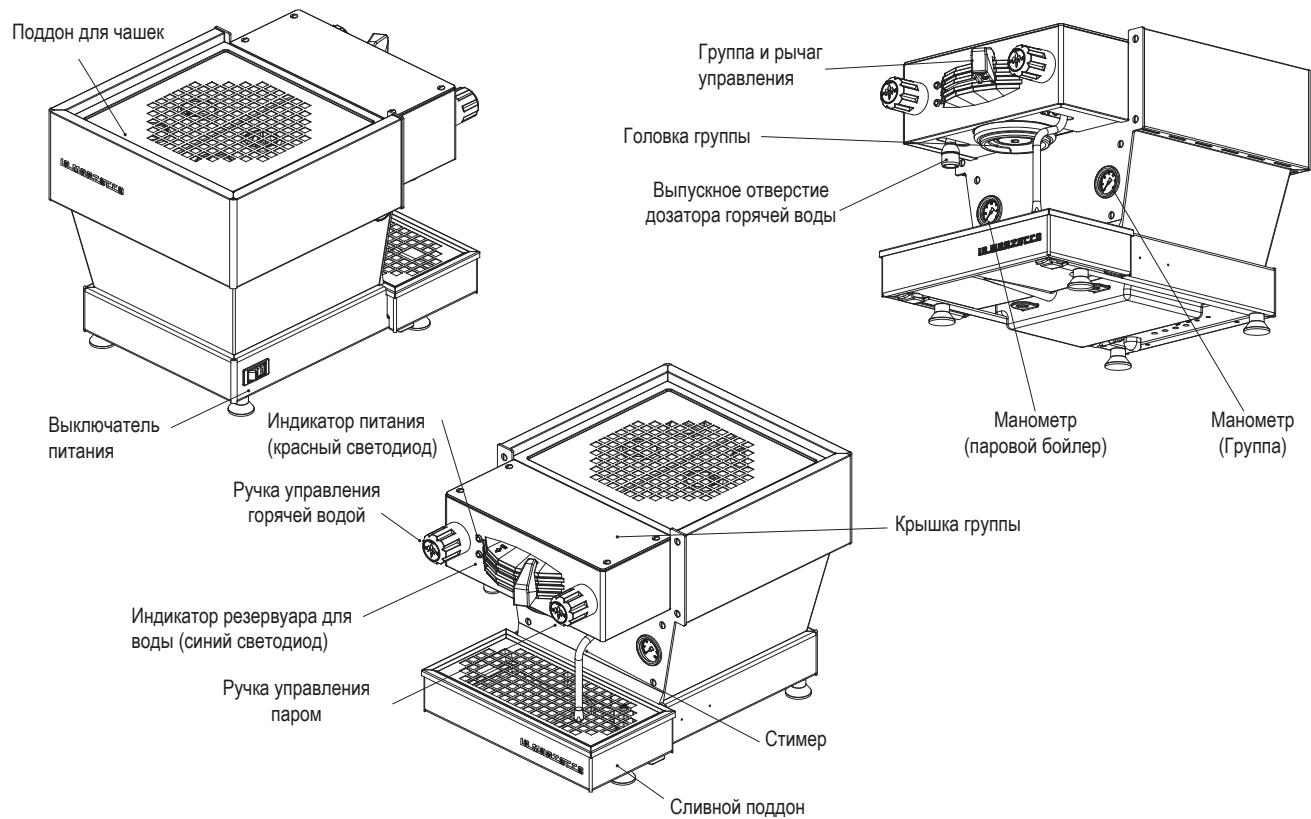

Рис. 1. Конструкция кофемашины
2. Приготовление кофе Теперь можно снять портафильтр, чтобы приготовить кофе. Поместите молотый кофе в одинарную или двойную корзину-фильтр портафильтра. Утрамбуйте кофе темпером из комплекта поставки и установите портафильтр в кофемашину. Передвиньте рукоятку справа налево, чтобы начать приготовление кофе (см. рис. 1 на стр. 8).
Горячая вода раздается через специальный патрубок. Для раздачи горячей воды поверните левую ручку (см. рис. 1 на стр. 8).
Раздача горячей воды выполняется через раздаточную трубку горячей воды на левой стороне кофемашины. Управление раздачей осуществляется вращением левой ручки (см. рис. 1 на стр. 8).